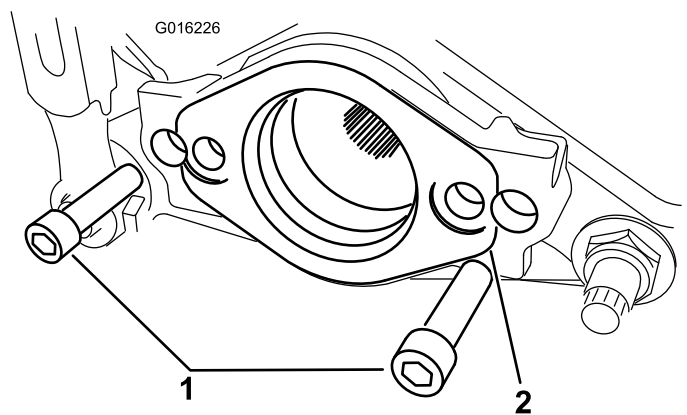

Figure 5
9. Si vous installez le kit sur une tondeuse TriFlex, retirez les 2 boulons qui fixent le support du moteur à l'unité de coupe. Déposez le support du moteur (Figure 5).